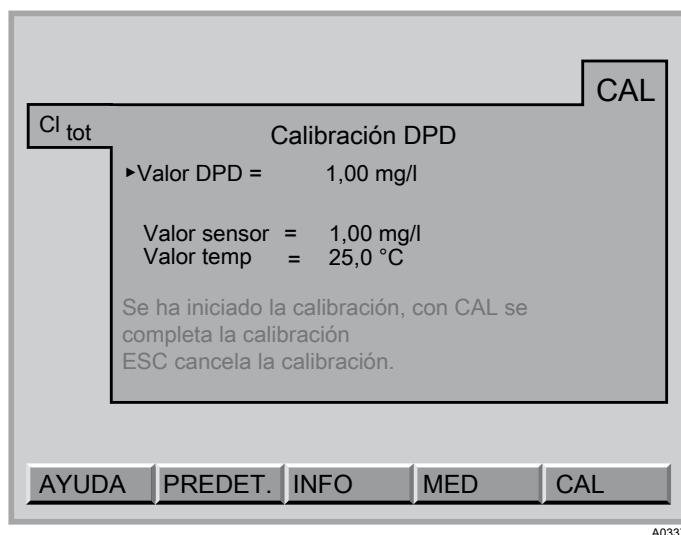

Fig. 22: [Seleccione] PREDETERMINADO
2. ➤ Pulse la tecla F2 (PREDETERMINADO), ver Fig. 22